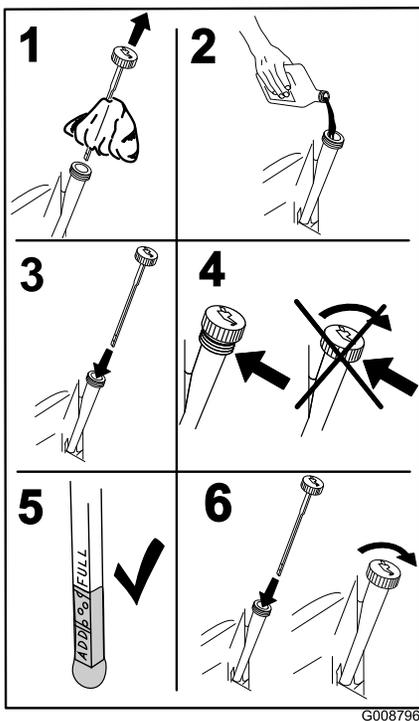

図 45
5. 所定量の 80% 程度のオイルをゆっくり入れ、そこから、残りの量を注意深く足して **FULL** マークまで入れる（図 45）。